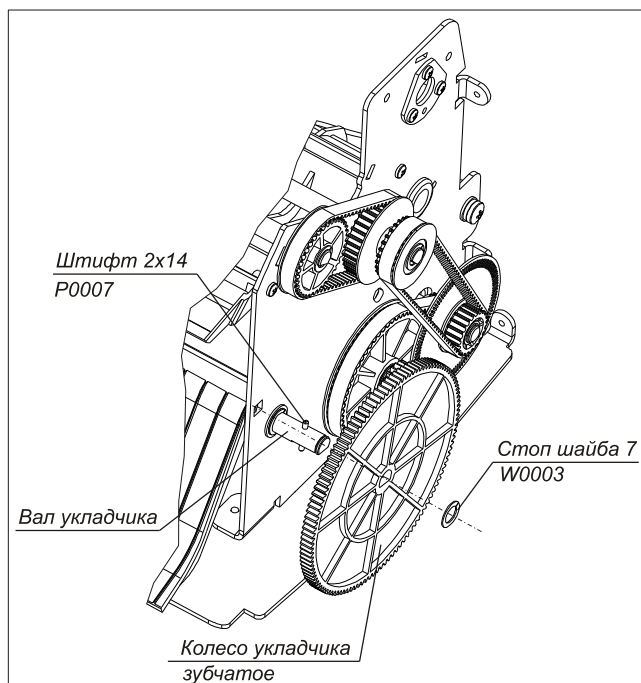

Рис. 22
1. Извлеките стоп шайбу 7 W0003 из кольцевой проточки вала укладчика (рис. 22).
2. Снимите колесо зубчатое укладчика (рис. 22).
3. Извлеките штифт 2x14 P0007 (рис.22).